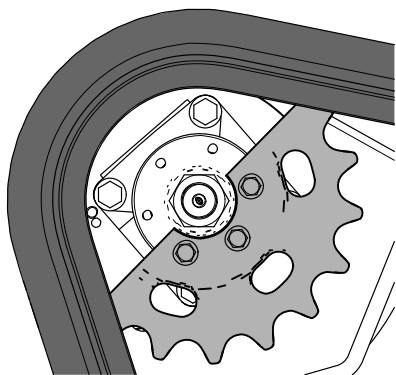

Figura 63
11. Mova o controlo de tração para a frente até que a outra metade da roda motora não esteja engatada na lagarta (Figura 63).